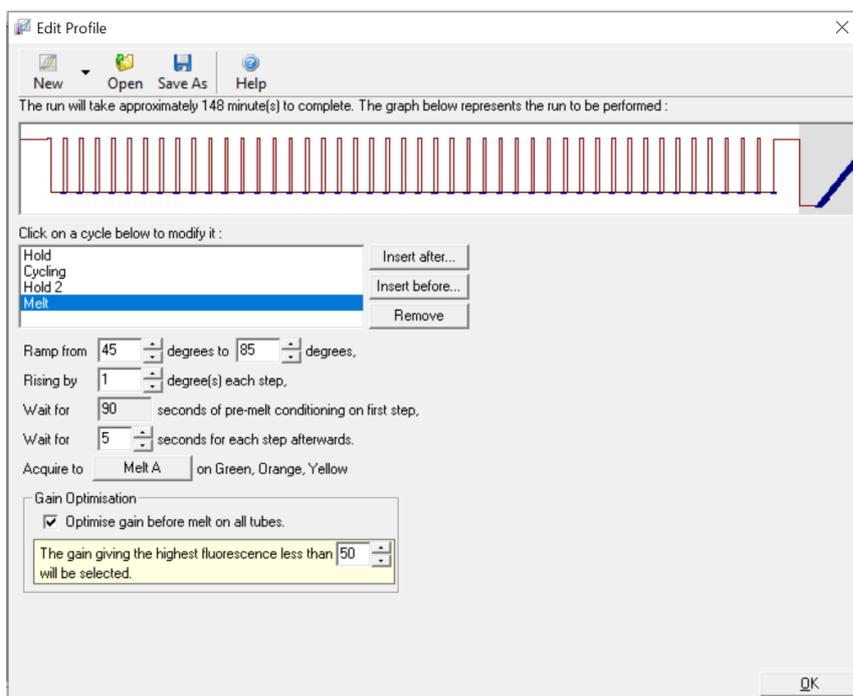

Figura 5. Exemplo para o melt no software Rotor-Gene. Selecione otimizar o ganho antes do *melt* em todos os tubos.
5. Além disso, selecione também a otimização de ganho durante o procedimento de *melting* e selecione 50 para o ganho "dando a maior fluorescência" (figura 5). Isso pode ser importante para evitar a saturação do sinal de *melting*.